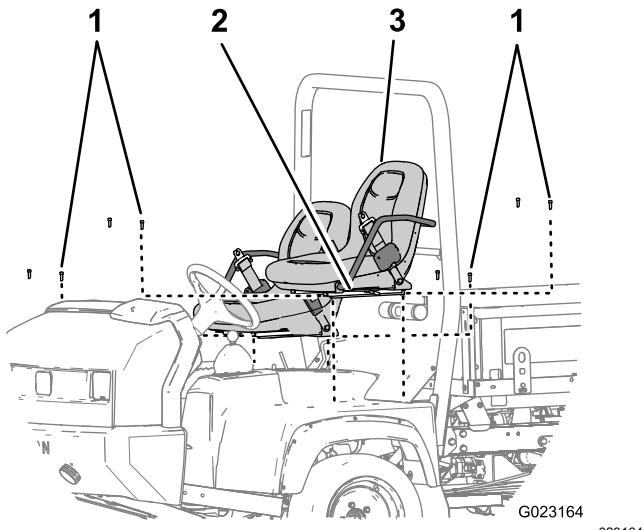

図8
- 座席レールをシャーシに固定しているソケットヘッドボルト8本を外して運転席を取り外す図8。